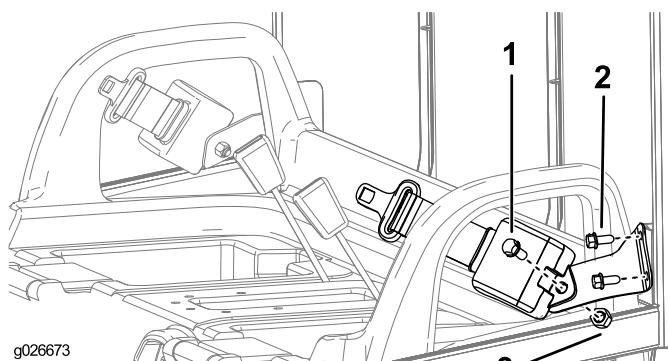

Рисунок 7
- Установите кронштейн ремня безопасности на каждый выступ конструкции ROPS с помощью двух болтов, как показано на Рисунок 7.
- Установите вытягивающийся конец каждого ремня безопасности на крепежный кронштейн каждого ремня безопасности с помощью болта (7/16 дюйма) и гайки (7/16 дюйма), как показано на Рисунок 7.